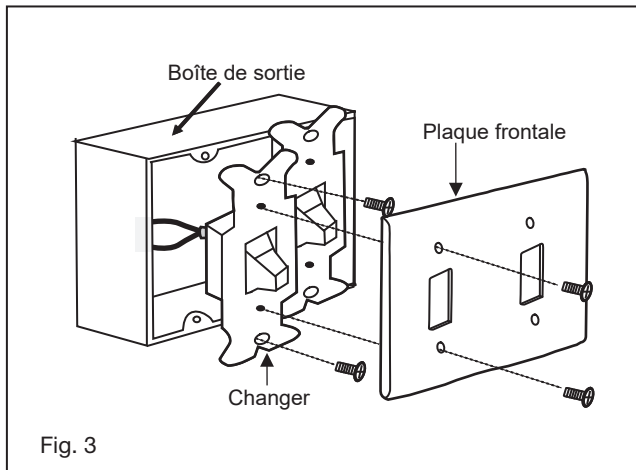

Fig. 3
- 6 Glissez le couvercle de joug, l'anneau de garniture et l'auvent sur la tige de suspension. (Fig. 3)
- 8 Faites passer les fils à travers les trous du capuchon anti-humidité de la boule en caoutchouc et faites glisser le capuchon sur le dessus de la boule. (Fig. 3)
- 1 Retirez la plaque murale existante et l'ancien interrupteur de la boîte de prise murale. (Fig. 3)
Un flux d'air VERS LE BAS crée un effet de refroidissement comme illustré à la Figure 3. Cela vous permet de régler votre climatiseur sur un réglage plus chaud sans affecter votre confort.